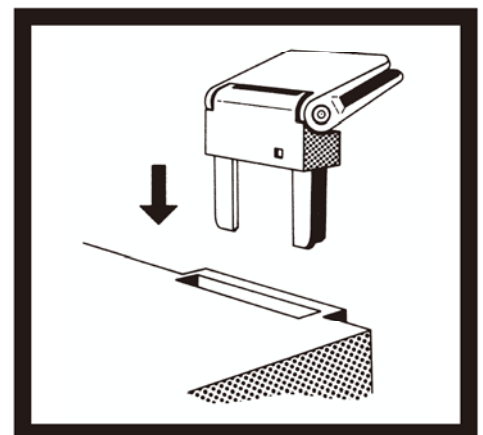

図 2
7. ダストカバーを取り付けるため、ヒンジ2個を本体後部の穴（図2）に差し込むように取り付けます。